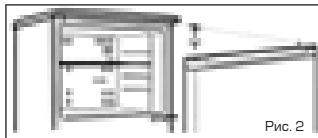

Рис. 2
8. Переместите штативы петель на противоположную сторону (Рис. 2).